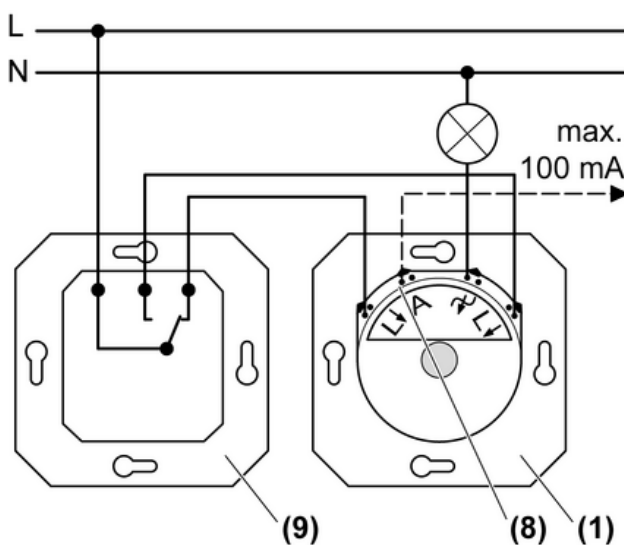

Рис. 3: переключение на два направления
(1) Диммер
(8) Управляющий выход А
(9) Переключатель
- Подключите диммер (1) и переключатель (9) в соответствии со схемой (Рис. 3)